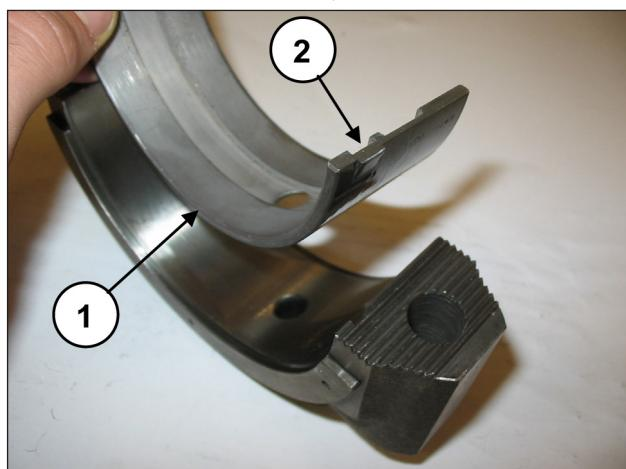

Рис. 82
①, Рис. 82), убедившись, что контрольная шпонка полуподшипников попадает в специальный паз на крышке (поз. ②, Рис. 82).